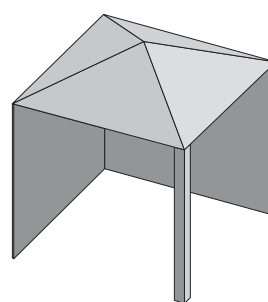
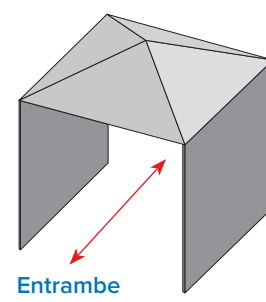

Fig. 2
Fig. 3
- » Le pareti laterali possono essere parallele, come in un corridoio, o ad angolo retto tra loro. **(Fig. 2 e Fig. 3).**